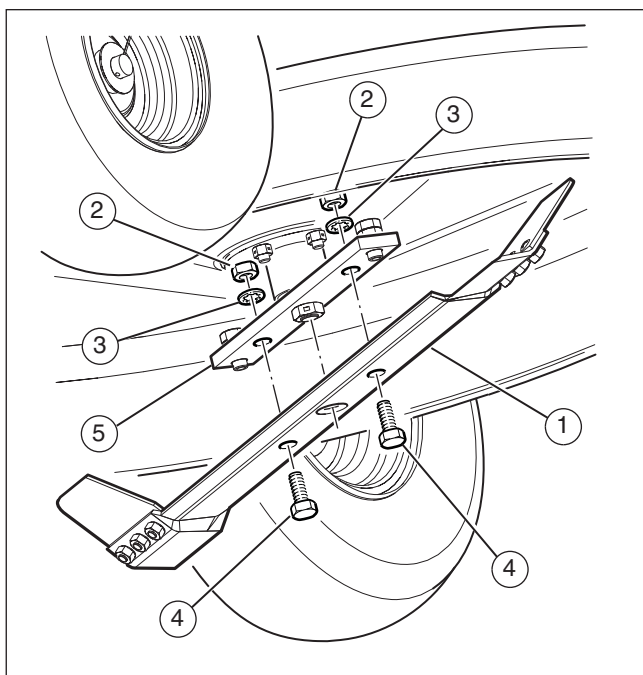

Figura 21
- Verifique frequentemente a lâmina (1) para ver se apresenta um uso excessivo, rachas ou outros danos (consulte a Figura 21).
- Verifique frequentemente as porcas (2) que seguram a lâmina. Mantenha as porcas apertadas.
3. Remova as porcas (2), anilhas (3), e parafusos (4) que seguram a lâmina (1) (consulte a **Figura 21**).
6. Monte a lâmina no mandril (5).
8. Aperte a lâmina com os parafusos (4), anilhas (3), e porcas originais (2).